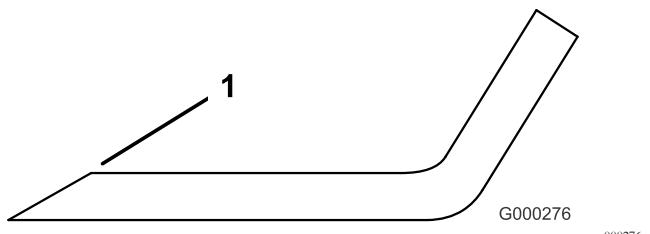

图78
3. 检查所有刀片的刀刃如果已经变钝或出现裂口应打磨刀刃 图78。
注意 仅打磨刀刃的边缘并保持最初的切割角度以保证锋利度 图78。如果从两片刀刃上磨掉相同量的金属刀片会保持平衡。